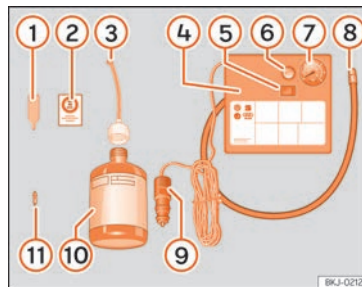

Abb. 67 Prinzipdarstellung: Bestandteile des Pannensets
- Ventilkappe und Ventileinsatz vom Reifenventil abschrauben. Verwenden Sie den Ventileinsatzdrehwerk » Abb. 67 ① zum Heraus-schrauben des Ventileinsatzes. Legen Sie den Ventileinsatz auf einem sauberen Untergrund ab.
- Reifendichtmittelflasche kräftig schütteln » Abb. 67 ⑩.
- Schrauben Sie den Einfüllschlauch » Abb. 67 ③ auf die Dichtmittelflasche. Die »
- Verschlussstopfen vom Einfüllschlauch » Abb. 67 ③ entfernen und das offene Ende ganz auf das Reifenventil stecken.
- Ventileinsatz mit dem Ventileinsatzdreher » Abb. 67 ① wieder in das Reifenventil schrauben.
- Reifenfüllschlauch » Abb. 67 ⑧ des Luftkompressors fest auf das Reifenventil schrauben.
- Prüfen, ob die Luftablassschraube » Abb. 67 ⑥ zuge dreht ist.
- Stecker » Abb. 67 ⑨ in die 12 Volt-Steckdose des Fahrzeugs stecken »  Seite 162.
- Luftkompressor mit dem EIN- und AUS-Schalter » Abb. 67 ⑤ einschalten.
- Kleben Sie den Aufkleber » Abb. 67 ② im Sichtfeld des Fahrers auf das Kombiinstrument.